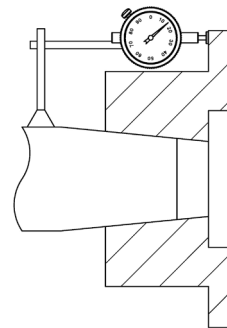

Figura 5 - Posicionamento do relógio indicador para exemplo da medição da extração axial.
- 7.5. Monte um relógio indicador para leitura do avanço do cubo axial, conforme mostra a Figura 5. Como alternativa, o relógio indicador pode ser posicionado de forma a ter contato com a extremidade do cubo. Ajuste o indicador para “zero”.